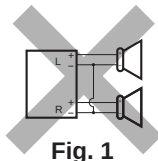
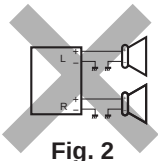

Fig. 1
Fig. 2
- If the speaker wiring in your car is as illustrated in Fig. 1 and Fig. 2 below, DO NOT connect the unit using that original speaker wiring. If you do, the unit will be seriously damaged. Redo the speaker wiring so that you can connect the unit to the speakers as illustrated in Fig. 3.
- Si el conexionado de altavoz de su automóvil es como se indica en las Fig. 1 y Fig. 2 de abajo, NO conecte la unidad utilizando ese conexionado de altavoz original. Si lo hace, se producirán daños graves en la unidad. Vuelva a efectuar el conexionado de altavoz de manera que pueda conectar la unidad a los altavoces de la manera indicada en la Fig. 3.
- Si le câblage des enceintes de votre voiture est réalisé comme montré sur la Fig. 1 ou Fig. 2 ci-dessous, NE CONNECTEZ PAS l'appareil en utilisant ce câblage original d'enceintes. Si vous le faites, l'appareil sera sérieusement endommagé. Recommencez le câblage des enceintes de façon que vous puissiez connecter l'appareil aux enceintes comme montré sur la Fig. 3.